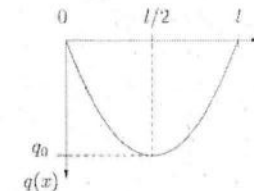

Abbildung 1.1: Streckenlast mit sinusförmigen Verlauf
- 1.1) Eine Streckenlast $q(x)$ hat im Bereich $x \in [0, l]$ einen sinusförmigen Verlauf, siehe Abb. 1.1. Geben Sie die Funktion $q(x)$ für den dargestellten, nicht phasenverschobenen sinusförmigen Verlauf explizit an. Gegeben sind folgende Größen: q_0 und l